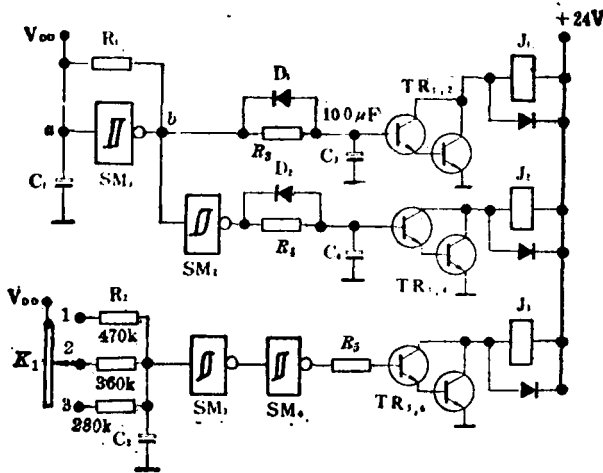

图3 升降往复复式染纱机电路图
3. 升降往复式染纱机电路分析：图3所示CH40106电路的 SM_1 施密特触发器和 R_1 、